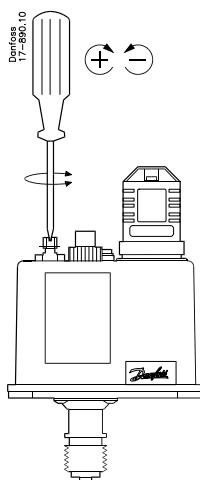

Fig. 8
2. Indstil derefter differensen ved at justere på differensskruen.(fig. 8)